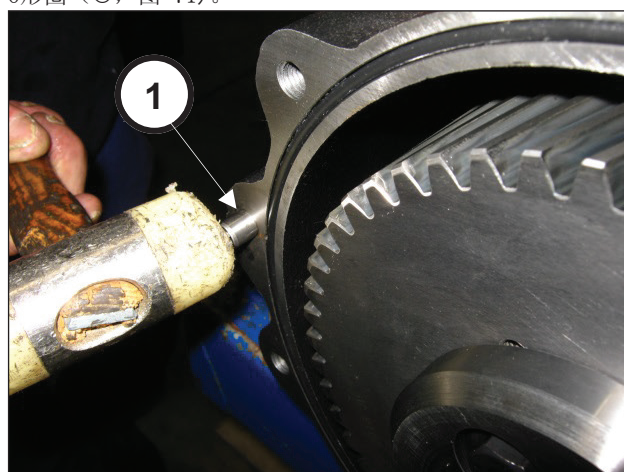
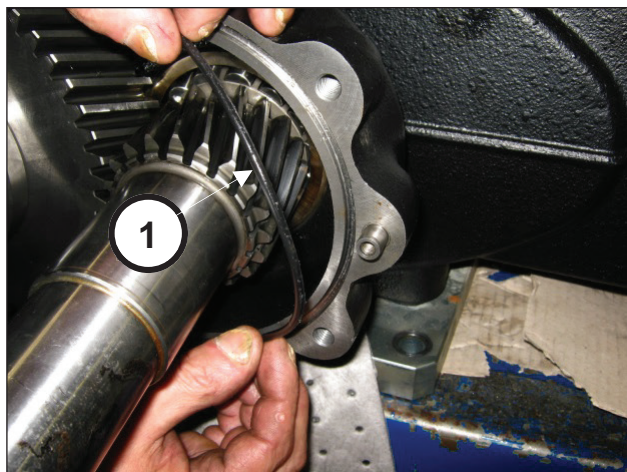

图 70
图 71
将2个销子 $\varnothing 10 \times 24$ 安装到减速齿轮箱 (①, 图 70) 并插入O形圈 (①, 图 71)。